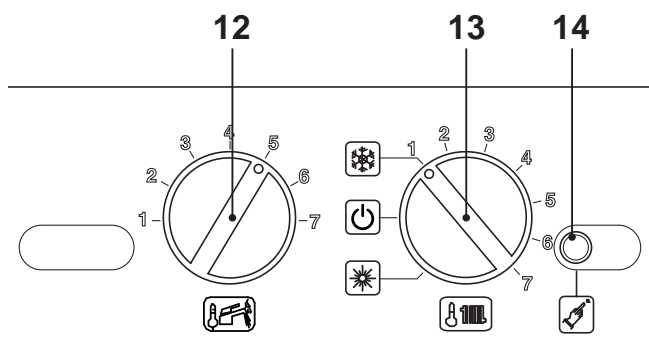

Fig. 7.9
temperatura sanitari 12 , e il selettore di funzione 13 come in Fig. 7.9.
- Per settare la pressione di accensione del bruciatore bisogna entrare in programmazione premendo per 15 secondi il pulsante di ripristino 14 in Fig. 7.9 fino alla comparsa del parametro **P01** sul display LCD; sul display LCD compare la seguente visualizzazione (la sequenza **P01** si alterna -- --).
- Premere il pulsante di ripristino 14 in Fig. 7.9 per lo scorrimento dei vari parametri sino al raggiungimento del parametro **P14** valido per il settaggio della pressione d'accensione del bruciatore; sul display LCD compare la seguente visualizzazione (la sequenza **P14** si alterna al valore **135**).
- Per cambiare il settaggio ruotare la manopola regolazione temperatura sanitari 12 in Fig. 7.9 e posizionarla nella posizione prescelta.